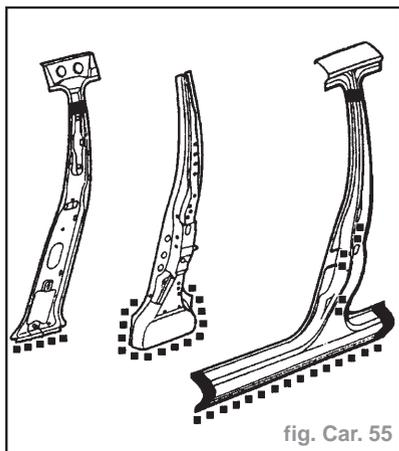

fig. Car. 55
- Préparer et nettoyer les faces d'assemblage de panneau. Poinçonner ou percer des trous dans les panneaux neufs pour le soudage en bouchon et découper les panneaux pour former des joints soudés bout à bout comme illustré (fig. Car. 55).